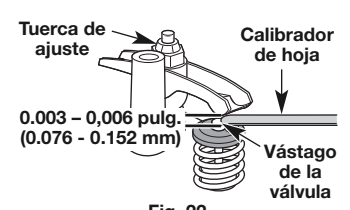

Fig. 22
8. Use un calibrador de hoja para medir la holgura entre uno de los vástagos de las válvulas y su balancín correspondiente (Fig. 22). Repite este proceso para el otro vástago de la válvula y el balancín. La holgura recomendada es de **0.003 pulgadas a 0.006 pulgadas (de 0.076 mm a 0.152 mm)**. Use un calibrador de hoja automotriz estándar de **0.005 pulgadas (0.127 mm)**. El calibrador de hoja debe deslizarse entre el balancín y el vástago de la válvula con una ligera resistencia, sin doblarse (Fig. 22).
- a. Gire la tuerca de ajuste utilizando una llave de 5/16 de pulgada (8 mm) o un impulsor de tuercas (Fig. 22).